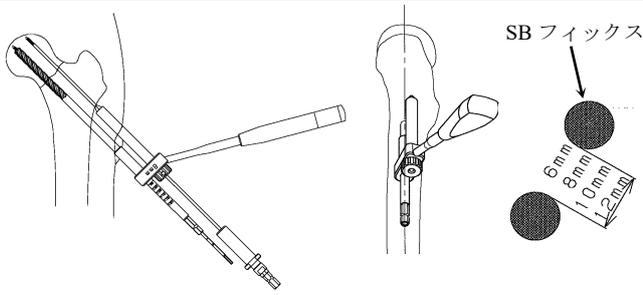

図 5
- 5) パラレルガイドにガイドピンスリーブ (2.4GP 用) を組み付け、遠位中空ドリルをガイドに近位へ 2.4 ガイドピンを刺入します。近位の SB フィックスが軸斜像で頸部後方の皮質に支えられるよう刺入します。(図 5)